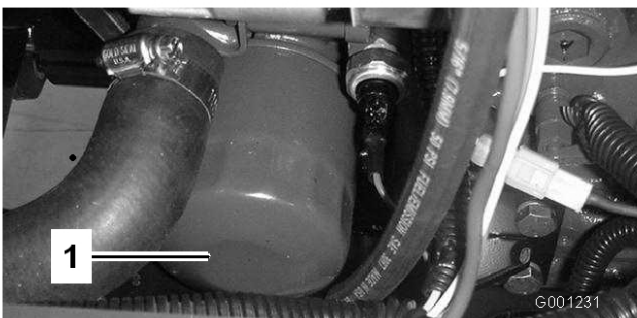

Figura 49
6. Retire e substitua o filtro do óleo (Figura 49).